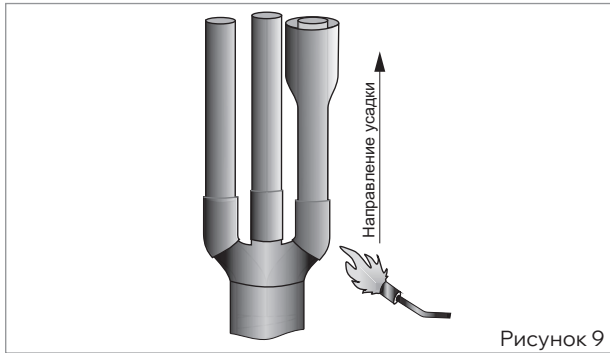

Рисунок 9
■ На жилы кабеля надеть вторые термоусаживаемые трубки (красного цвета), наложив концы трубок, на внутренней поверхности которых нанесен клей, на пальцы перчатки до упора в основание перчатки, и усадить, начиная с основания пальцев. После усадки по торцам трубок, надетых на пальцы перчаток, должен быть виден выступивший клей-расплав (рис. 9).